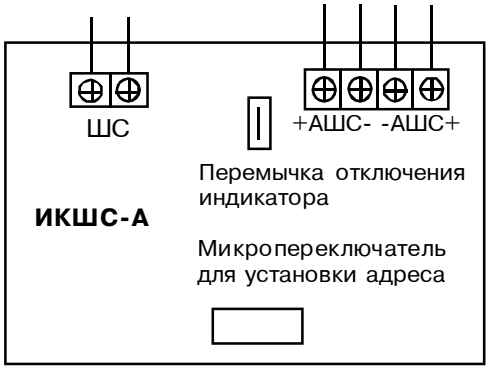

Рис. 25 Схема внешних подключений ИКШС-А
- выполните соединения согласно рис.25;